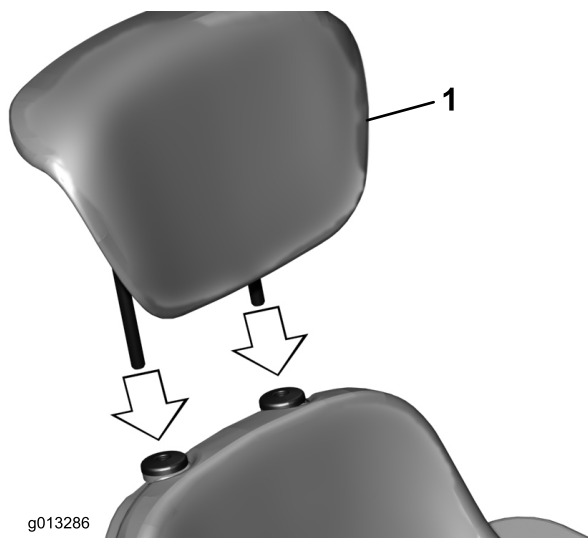

Figura 4
7. Insira os tubos de extensão do apoio lombar nos casquilhos e ajuste para a altura desejada (Figura 4).